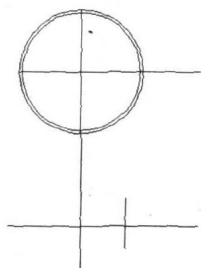

图 1-3
4. 直线。单击“绘图”工具栏上的 按钮或在命令行内输入 L 命令。作如图 1-3 所示的直线。